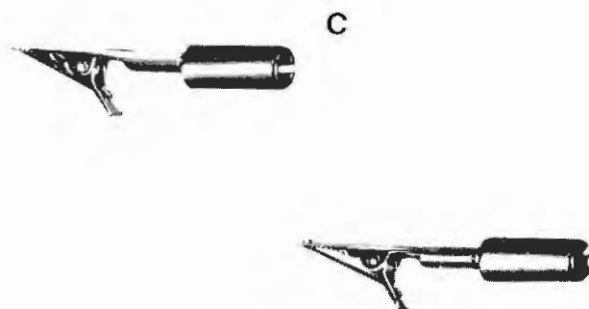

Figura 13
4. *Tocar con un destornillador en el punto; terminal 5 de la regleta R7, de la figura 13 de la primera fase. Si no acusa señal.*
La figura 13 muestra un puente C de unos 10 centímetros, compuesto por el hilo de conexión, dos bananas y dos pinzas cocodrilo, que usará para el bloqueo de la señal.